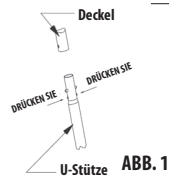

ABB. 1
- (iii) Take four U-braces and insert them into the channel in the cross belts (see figure 3). Fit both top ends of the U-braces with caps (see figure 1) - prior to fitting press the lock on the U-brace and turn the cap slightly into position, in which the connection is locked.
- (iii) Nehmen Sie vier U-Stützen und legen Sie sie in die Durchgänge in den Querbändern ein (siehe **Abbildung 3**). Bestücken Sie beide oberen U-Stützen mit den Deckeln (siehe **Abbildung 1**) - vor dem Einsetzen drücken Sie die Sicherungen an der U-Stütze und drehen Sie den Deckel in jene Lage, in welcher die Sicherung der Verbindung erfolgt.
- (iii) Neem de vier U-steunen en plaats ze in de tunnels van de dwarse banden (zie **afbeelding 3**). Plaats deksels op de beide bovenuiteinden van de U-steunen (zie **afbeelding 1**). Druk voordat u het deksel aanbrengt de zekeringen op de U-steun in en draai het deksel vervolgens in de juiste positie, zodat de verbinding gezekerd is.